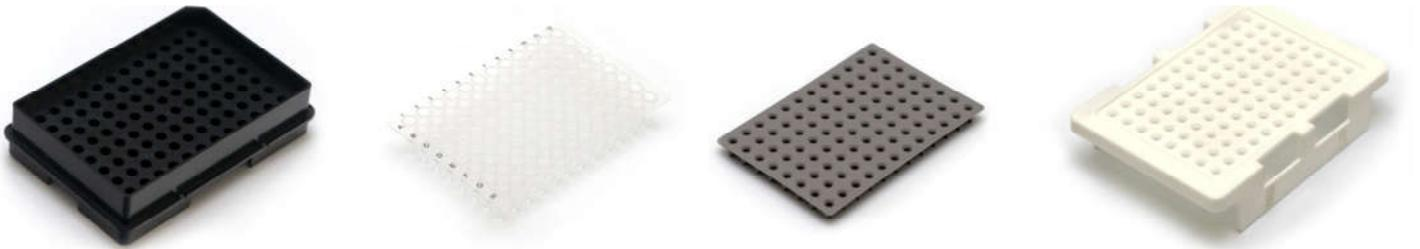

Рисунок 41. Элементы плашки: 1 – держатель плашки, 2 – 96-луночная плашка для образцов, 3 – антииспаритель, 4 – фиксатор плашки
1. На рис. 41 представлены элементы плашки в разборе.